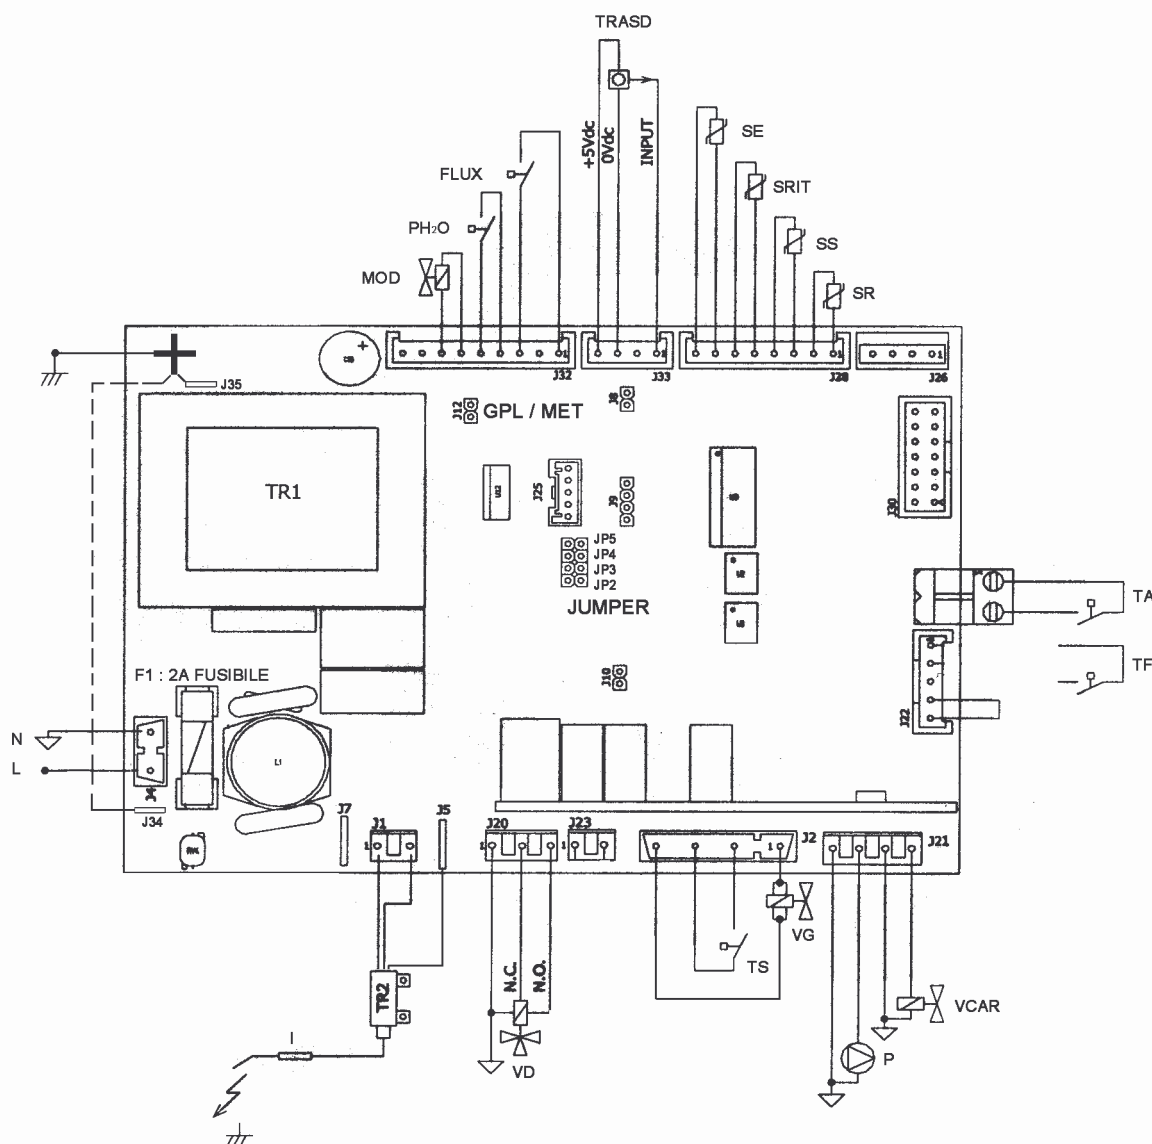
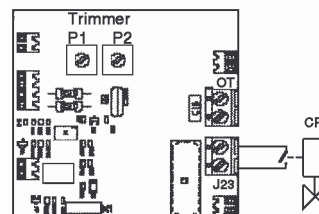

Figura 2-15
Figura 2-16
- i collegamenti elettrici sono illustrati nella Figura 2-15, Figura 2-16;